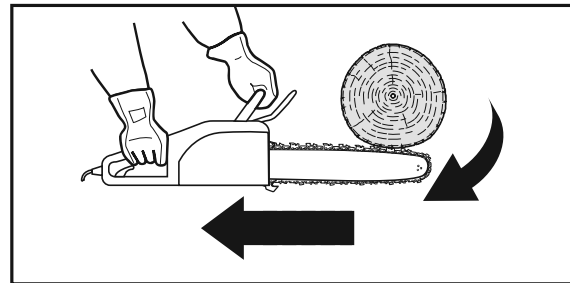

Fig. 24
2. Um aperto da corrente (12) ao longo da parte superior da guia (13) pode empurrar rapidamente a guia para trás na direção do utilizador (Fig. 24).